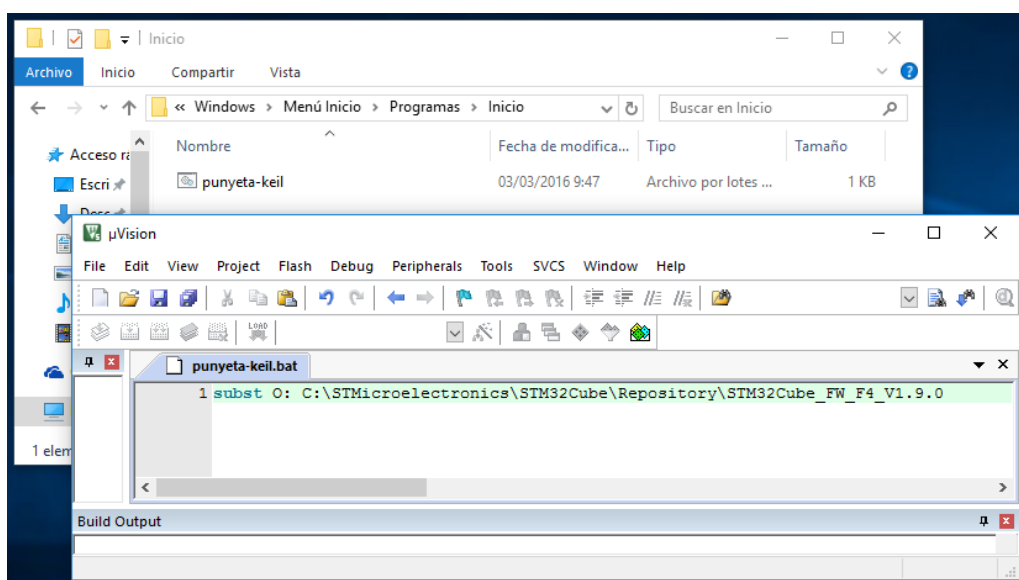

Figura 7.20: Editando el archivo de lotes para crear la unidad virtual O:.
- Grabar el archivo con el nombre **punyeta-keil.bat** en la carpeta de inicio según se muestra en la figura 7.20.